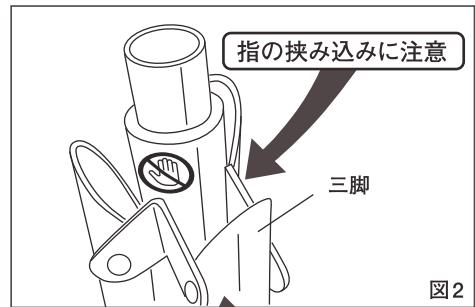

図2
1. 三脚の設置 (図2・3)
開脚時に指の挟み込みに注意してください。(図2)